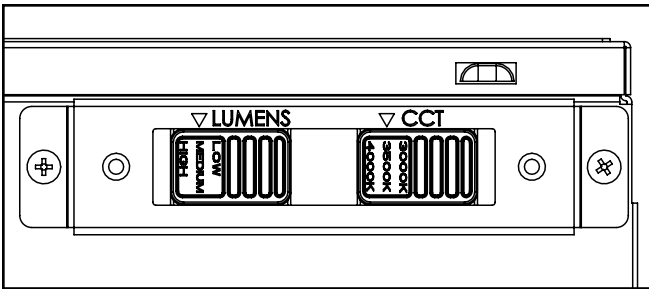

Figura 7.
- Con la luminaria encendida, utilice el interruptor lumínico y el interruptor CCT (si está provisto) para ajustar la luminaria al nivel de lúmenes deseado y CCT (Figura 7). Consulte la etiqueta en la parte superior del controlador para ver los lúmenes y el vataje de cada configuración.